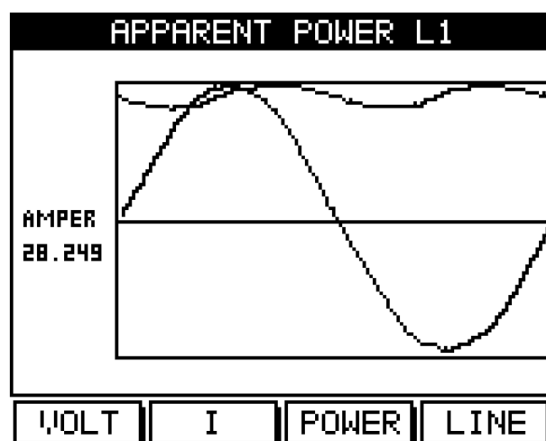

Рис. 5.16
1. Нажмите **Power** («F3») еще раз. На дисплей будет выведен график полной мощности (рис. 5.16):